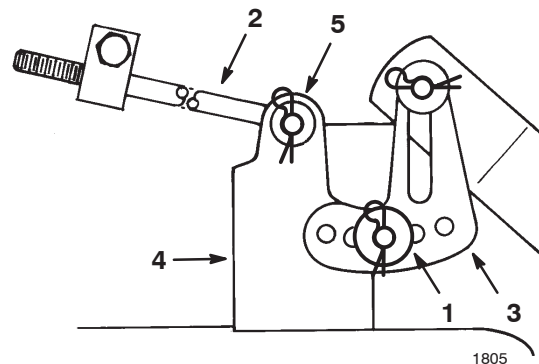

Bild 44
8. Schieben Sie das Ende der langen Stange durch das Loch in der Mähwerkbefestigung (Bild 44).
9. Bringen Sie die dünne Scheibe und den Splint an, um die Stange zu befestigen (Bild 44).
10. Montieren Sie die geschlitzte Mähwerknivellierhalterung am Stift an der Mähwerkbefestigung (Bild 44).
11. Bringen Sie die dicke Scheibe und den Splint an, um das Mähwerk zu befestigen (Bild 44).